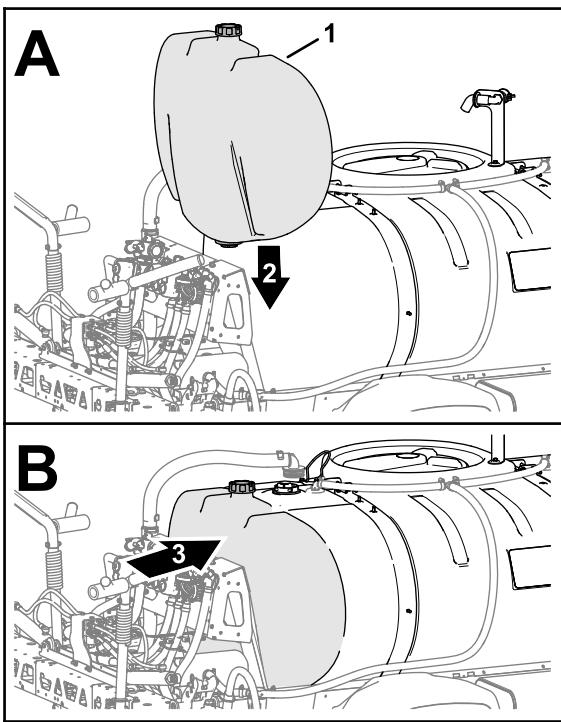

Bild 12
4. Wenn die Maschine mit dem optionalen Spülbehälter ausgerüstet ist, flüchten Sie den Behälter mit der Maschine aus, wie in **Bild 12** abgebildet.